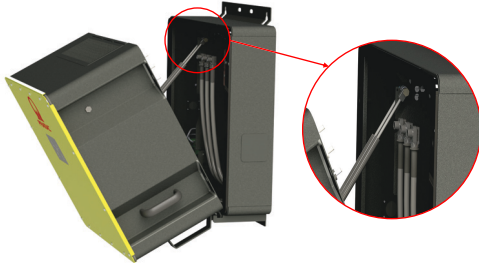

Fig. 17: Einhängen der Hydraulikzylinder an der ConnectionBox
3. Eine Person sollte die PowerUnit halten, während die zweite die Hydraulikzylinder in den Schlitz der ConnectionBox einhängt (siehe Abbildung 17).